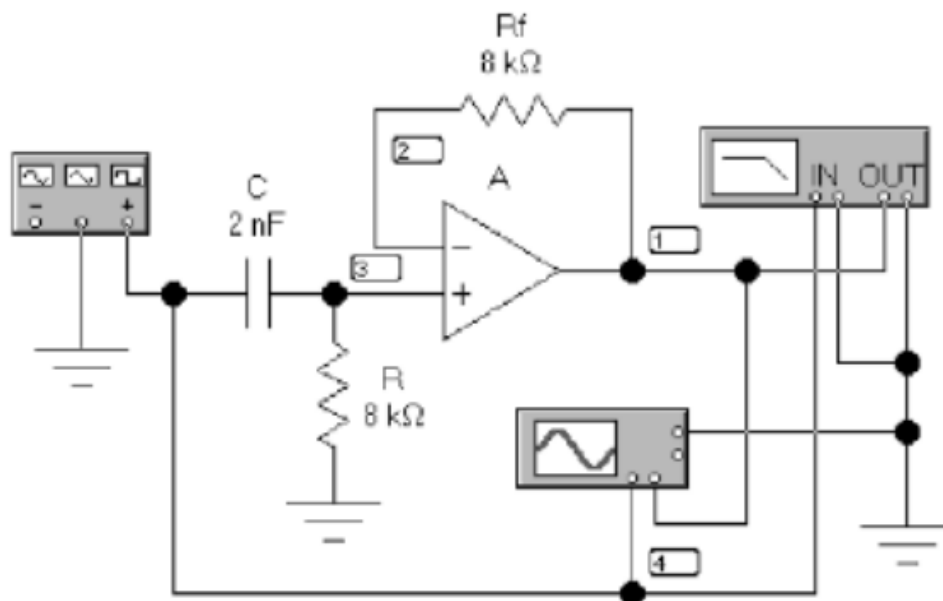

Рисунок 4.56 – Фільтр високих частот на операційному підсилювачі
4. Зібрати та проаналізувати схему (рис. 4.56). У схемі фільтра входна напруга у всіх випадках дорівнює 100 мкВ [3].